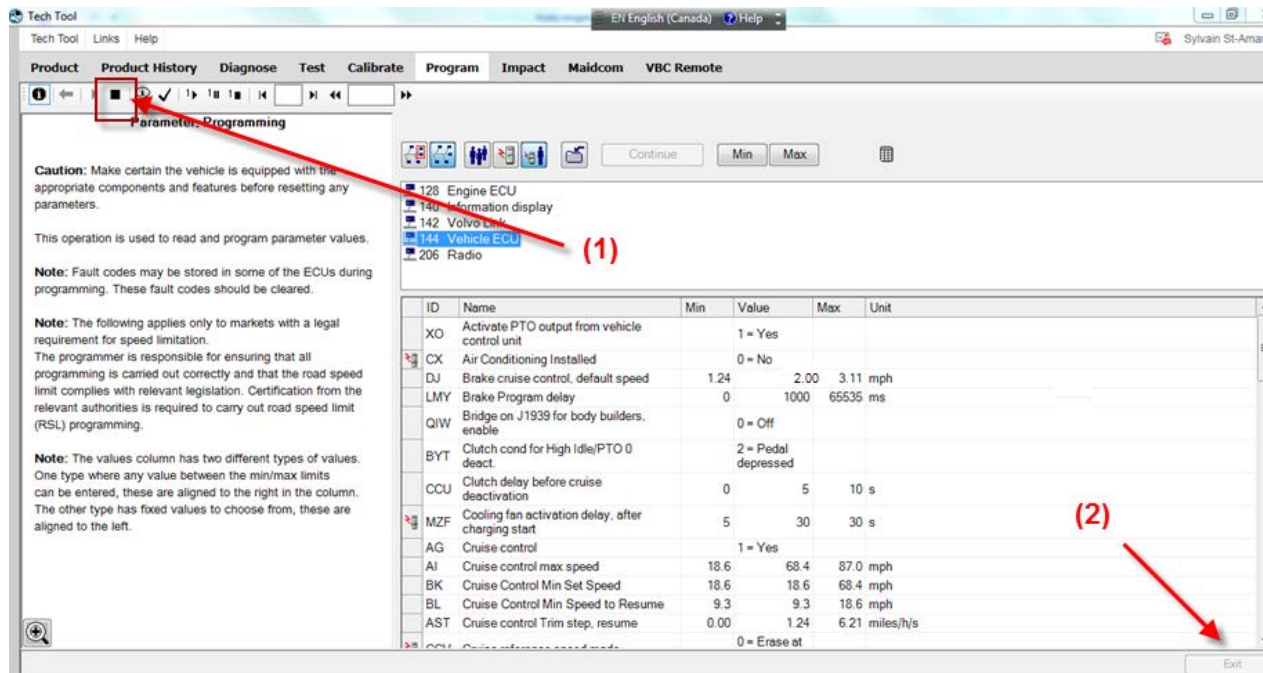

FIGURE 36
8. Cliquez sur ■ (stop) (flèche 1) puis sur EXIT (flèche 2) (FIGURE 36).